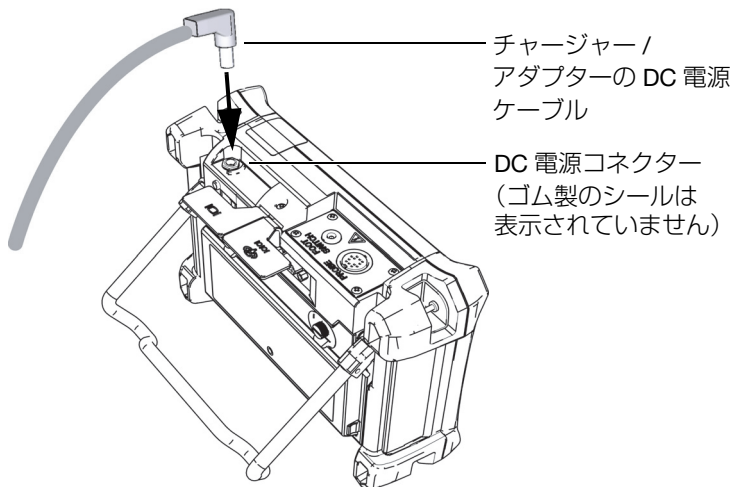

図 1-9 DC 電源プラグの接続
3. チャージャー/アダプターの DC 出力電源ケーブルを Magna-Mike 8600 上部にある DC 電源コネクタに接続します (32 ページ図 1-9 参照)。